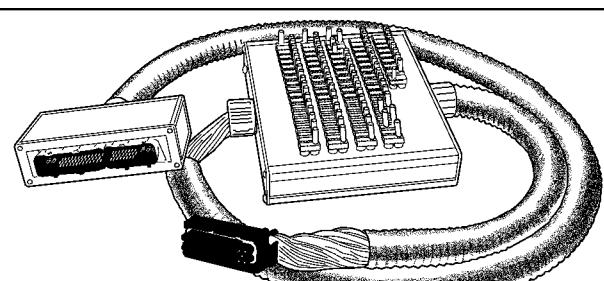

Рис. 2.2-02. Разветвитель сигналов Y261A30248
**13. В системе управления двигателем используется контроллер с 81-клеммовым разъемом, который находится в труднодоступном месте. Поскольку клеммы внутри колодок разъема недоступны для подключения внешних измерительных приборов, то для проведения проверки исправности цепей жгута системы впрыска необходимо использовать специальные разветвители сигналов (рис. 2.2-02), подключаемые между контроллером и жгутом проводов.**